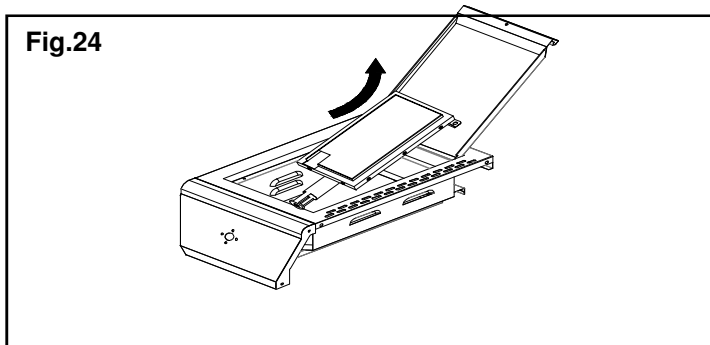

Fig.25
- Quite los dos tornillos del frente de la válvula de control del mechero lateral. Inserte el soporte del control de la válvula del mechero lateral por medio del agujero que está en el panel de control del mechero lateral. Coloque el bisel de la perilla de control del mechero lateral (T) sobre el soporte del control de la válvula del mechero lateral. Asegure el bisel al panel de control y a la válvula con los 2 tornillos que se sacaron antes. Observe la Fig.25.